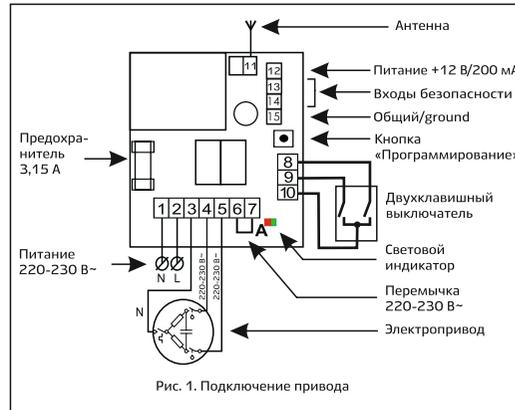

Рис. 1. Подключение привода
**Роллетный режим.** Применяется для управления электроприводами роллет, рулонных штор, маркиз. Длительность команды может устанавливаться до 180 с. Заводская настройка — 60 с (см. рис. 1).